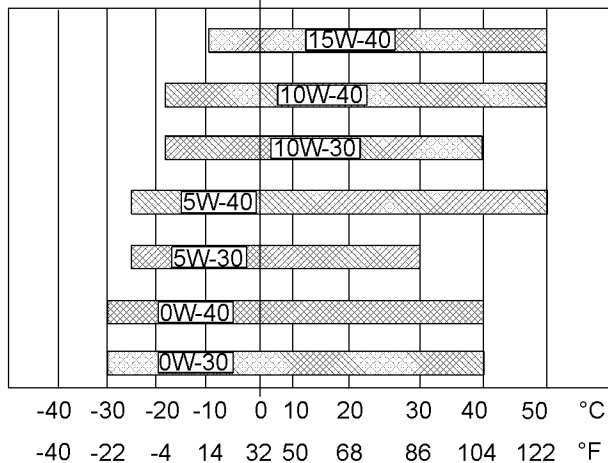

Abbildung 61
Siehe Abbildung 61 (Mindesttemperatur) zur Bestimmung der notwendigen Ölviskosität zum Starten eines kalten Motors.
Siehe Abbildung 61 (Höchsttemperatur) zur Bestimmung der notwendigen Ölviskosität für den Motorbetrieb bei der höchsten zu erwartenden Umgebungstemperatur.
- Siehe die entsprechenden "Schmierstoffviskositäten". Siehe Abbildung 61 zur Bestimmung der für den Motor richtigen Viskositätsklasse.